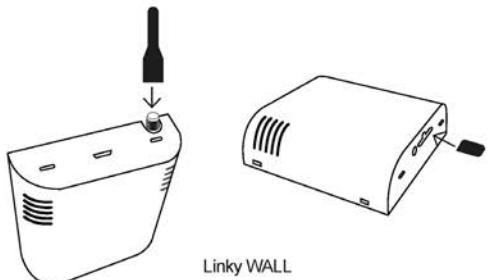

Fig.3
**Attenzione:** assicurarsi che Linky non sia alimentato dalla rete elettrica e che non siano inserite le batterie prima di inserire o rimuovere la SIM card (Fig.3).